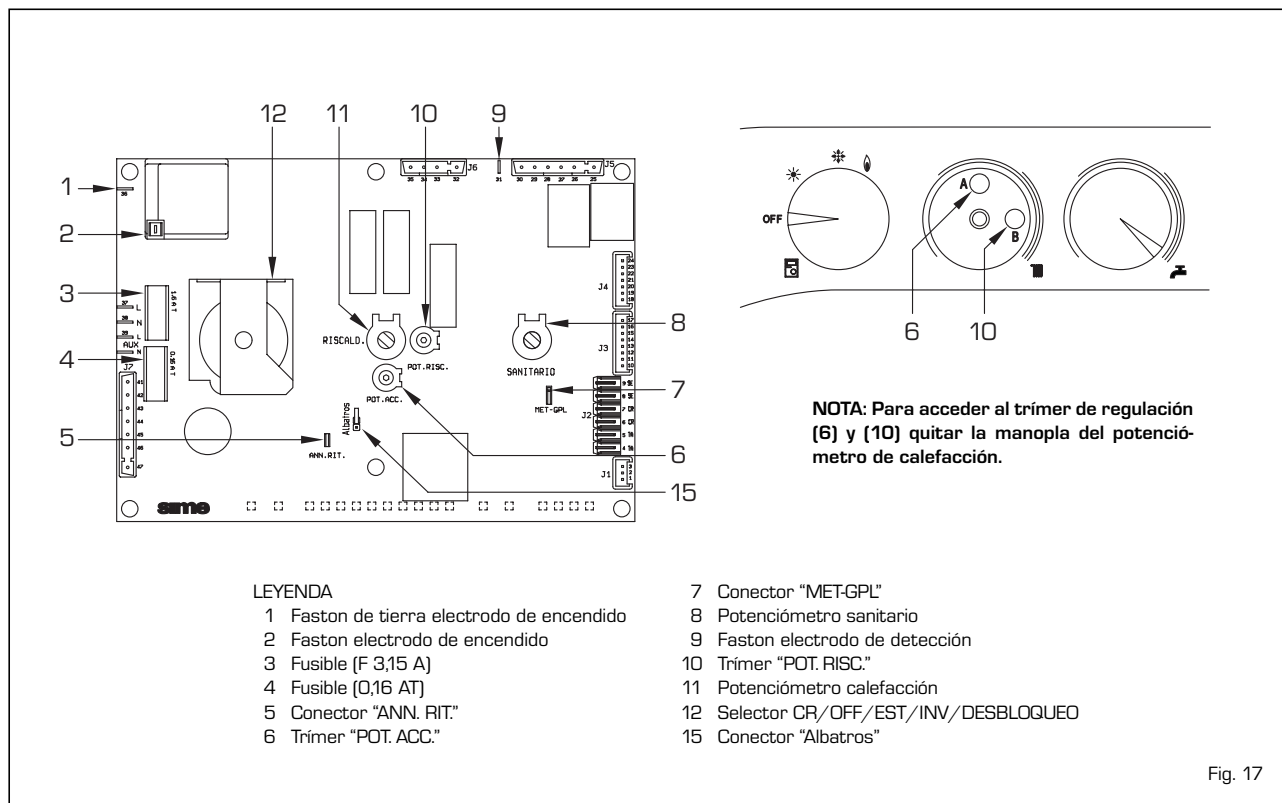

Fig. 17
- **Trímer "POT. RISC."** (10 fig. 17)
- **Trímer "POT. ACC."** (6 fig. 17)
- **Conector "MET-GPL"** (7 fig. 17)
- **Conector "ANN. RIT."** (5 fig. 17)
- **Conector Modureg Sel.** (14 fig. 17)
- Conector "Albatros" (15 fig. 17)
Para efectuar la regulación de la potencia de calefacción, modificando la regulación de fábrica, cuyo valor de potencia se encuentra alrededor de los 16 kW, es necesario actuar con un destornillador en el trimer potencia calefacción (10 fig. 17).
- Substituir los inyectores principales (6) y la arandela de cobre (4) suministrados en el kit; para efectuar esta operación, utilizar una llave fija $\varnothing 7$.
- Desplazar el puente del conector "METANO/GPL" de la ficha en la posición correspondiente al gas utilizado (7 fig. 17).